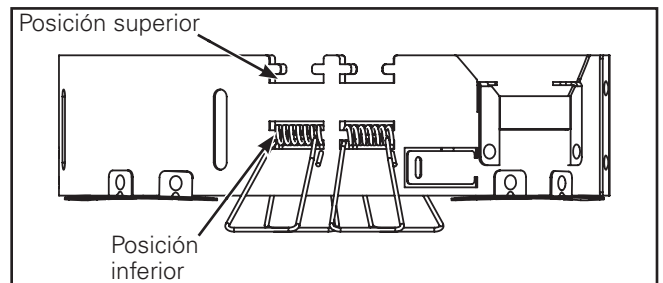

Figura 29.
5. El anillo adaptador puede adaptarse a distintos grosores de techo y alturas del marco de yeso o el alojamiento por medio de las diferentes ubicaciones de las ranuras para los muelles de montaje. La luminaria LD8ART viene con los muelles en la posición superior para obtener un grosor total mayor del techo y el alojamiento en conjunto de 1" (25,40 mm) y no más de 2" (50,80 mm). Para los grosores de techo o alojamiento de entre 0,5" (12,70 mm) y 1" (25,40 mm), los muelles de montaje deben moverse a la posición inferior (Figura 29.).